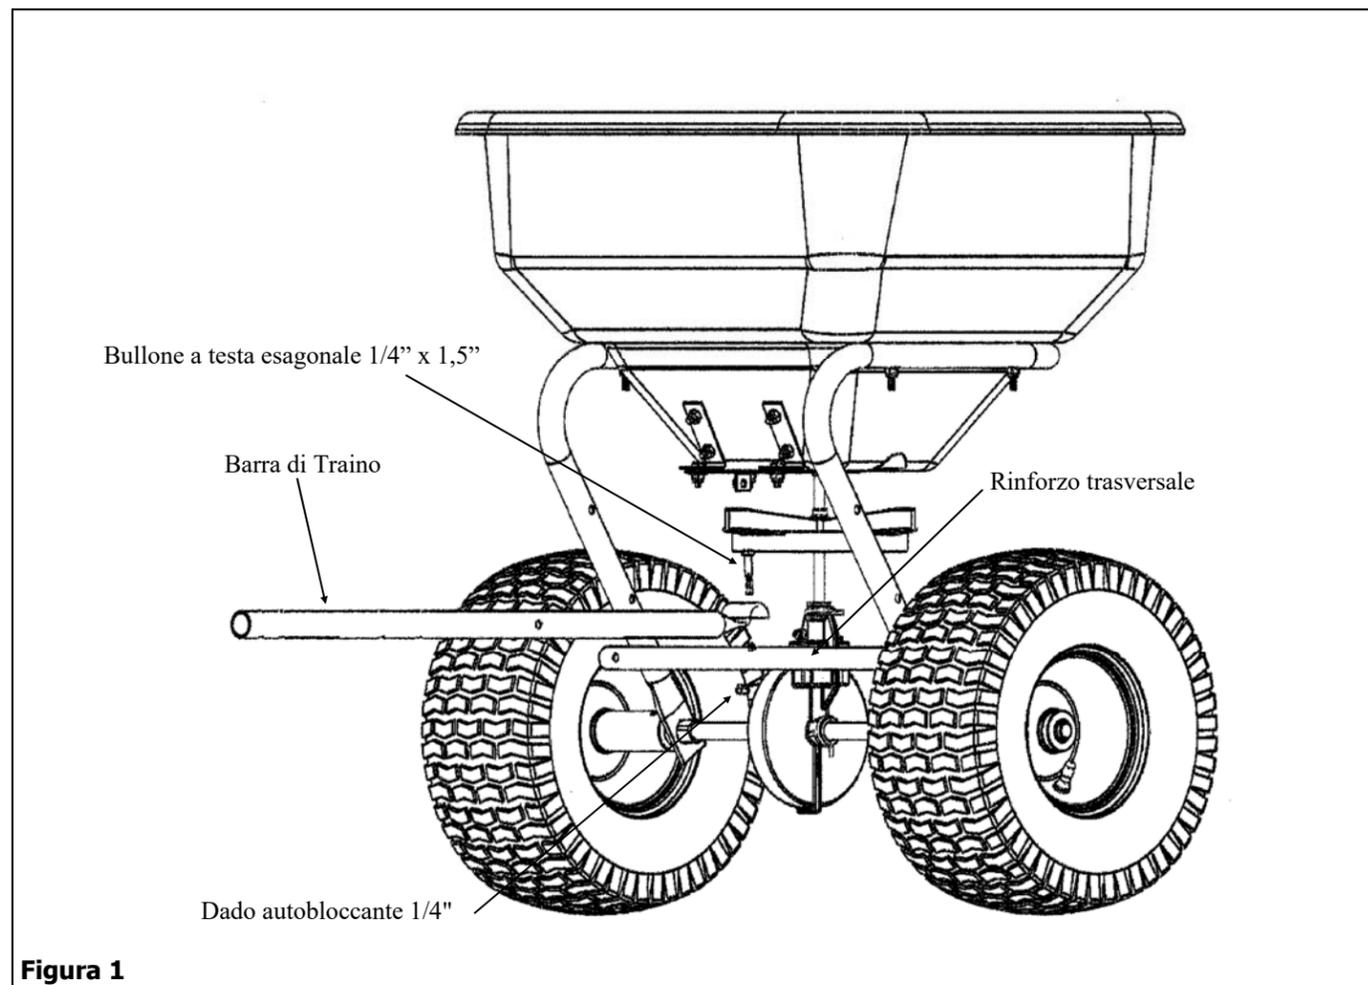

Figura 1
1. Collegare la barra di traino al foro centrale sulla traversa utilizzando un bullone a testa esagonale da 1/4" x 1-1/2" e un dado di sicurezza da 1/4". Vedi Figura 1.